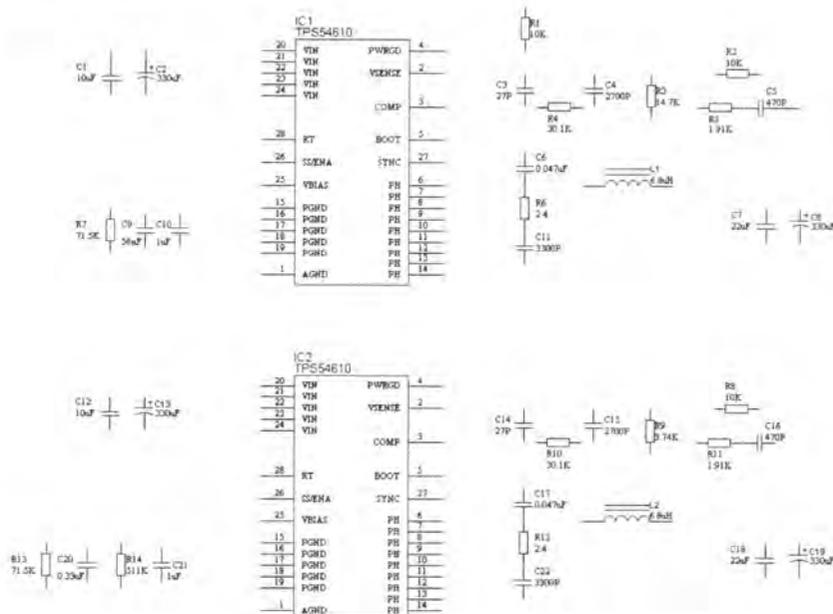

图 3-124 自动标注后的外围元器件
- [4] 设置完毕后，按照前面所讲过的标注操作，完成对外围元器件的自动标注，如图3-124所示。